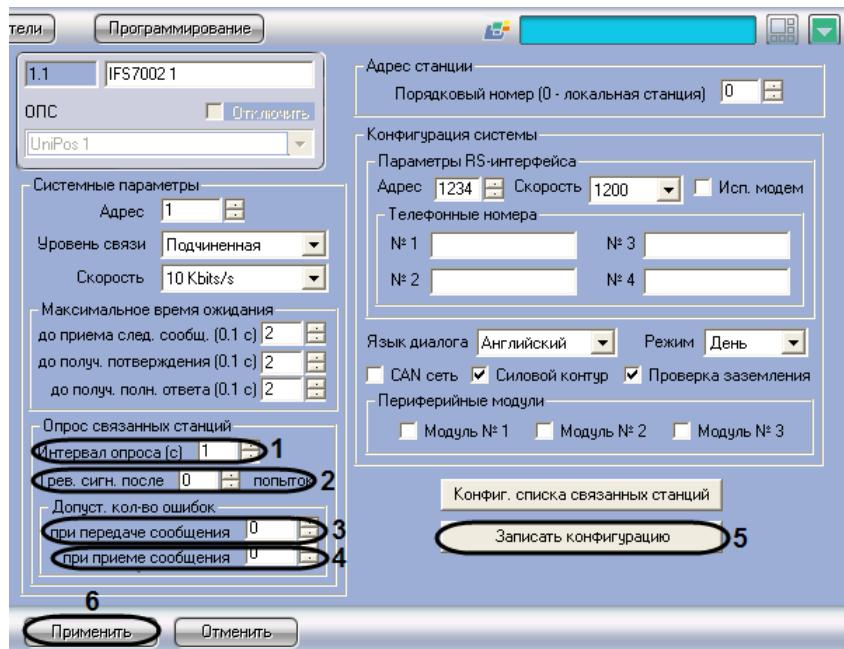

Рис. 3.3-9 Настройка опроса связанных станций
1. Перейти на панель настройки объекта **IFS7002** (Рис. 3.3-9).
2. В поле со списком **Интервал опроса (с)** ввести интервал времени между двумя последовательными проверками станцией CAN-соединений со связанными станциями. Параметр измеряется в секундах (см. Рис. 3.3-9, 1)
3. В поле со списком **Трев. сигн. после попыток** задать частоту успешных проверок станцией CAN-соединения, сопровождающихся коротким оповещением по зуммеру. В случае, если задано значение **0**, оповещение по зуммеру в случае успешной попытки не производится. В случае, если задано значение **N**, оповещение производится для каждой **N**-ной успешной проверки (см. Рис. 3.3-9, 2).
4. В поле **при передаче сообщения** группы **Допуст. кол-во ошибок** ввести с помощью кнопок **вверх-вниз** максимальное допустимое количество CAN-ошибок при передаче сообщения связанной станции. При превышении данного количества соединение со связанной станцией считается разорванным (см. Рис. 3.3-9, 3).
5. В поле **при приеме сообщения** группы **Допуст. кол-во ошибок** ввести с помощью кнопок **вверх-вниз** максимальное допустимое количество CAN-ошибок при получении сообщения от связанной станции. При превышении данного количества соединение со связанной станцией считается разорванным (см. Рис. 3.3-9, 4).
6. Для применения настроек на станции нажать кнопку **Записать конфигурацию** (см. Рис. 3.3-9, 5).
7. Для сохранения настроек во внутренней базе данных ПК *Интеллект* нажать кнопку **Применить** (см. Рис. 3.3-9, 6).